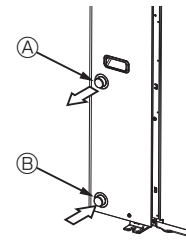

Fig. 4-1
### 4.1. Racordul conductelor de apă (Fig. 4-1)
- Pozițiile conductelor de admisie și de evacuare sunt prezentate în Fig. 4-1.
[Fig. 4-1]